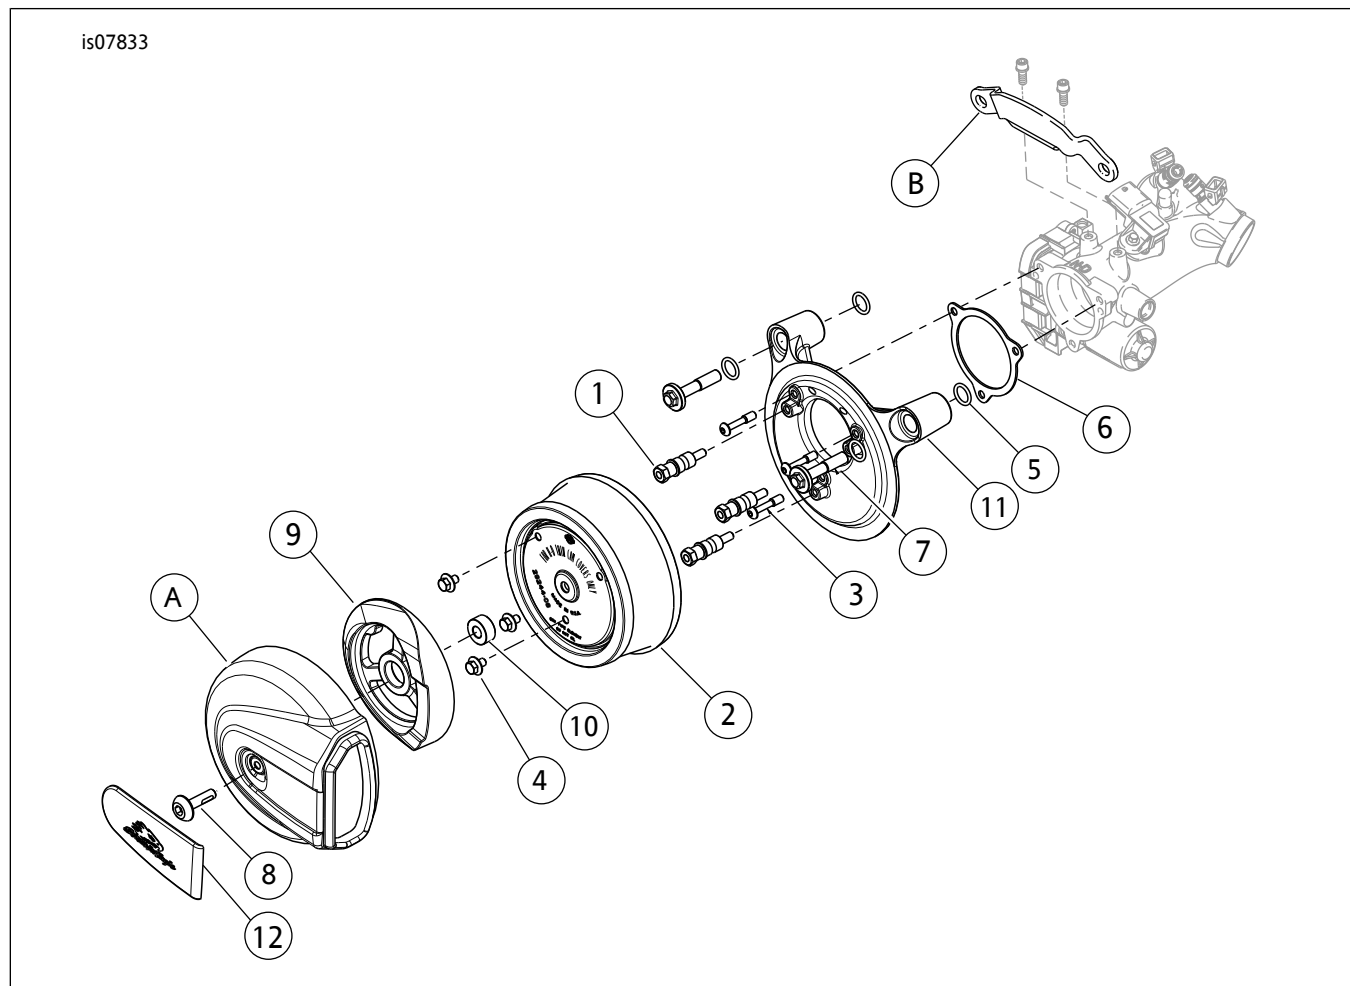

图1。STAGE 1空气滤清器
参见图1和表1。
2. 参见图1和表1。拆下原厂空气滤清器盖(A)。丢弃其余零件。
1. 参见图1。去除密封垫(6)的保护条，将粘胶面置于背板(11)之上。对准等间距螺丝孔，仔细定位密封垫，然后将密封垫用力按压到位。
1. 参见图1。使用螺丝(4)将空气滤清器滤芯(2)固定至空气滤清器安装螺柱(1)。拧紧螺丝至 6.2-6.8 N·m (55-60 in-lbs)。
1. 参见图1。每8,000 km (5000 mi)拆下空气滤清器并检查滤清器滤芯(2)。如果在灰尘较多的环境中骑行,应更加频繁地进行检查。